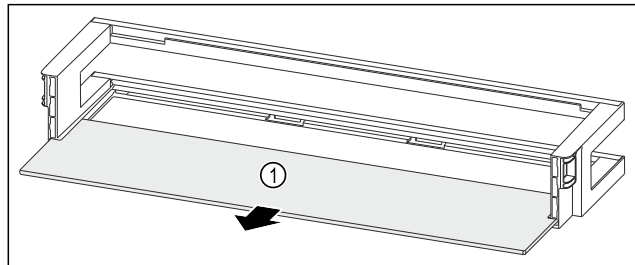

Fig. 147 Ajtópolc tárolólappal
- ▶ Vegye ki a tárolólapot Fig. 147 (1).